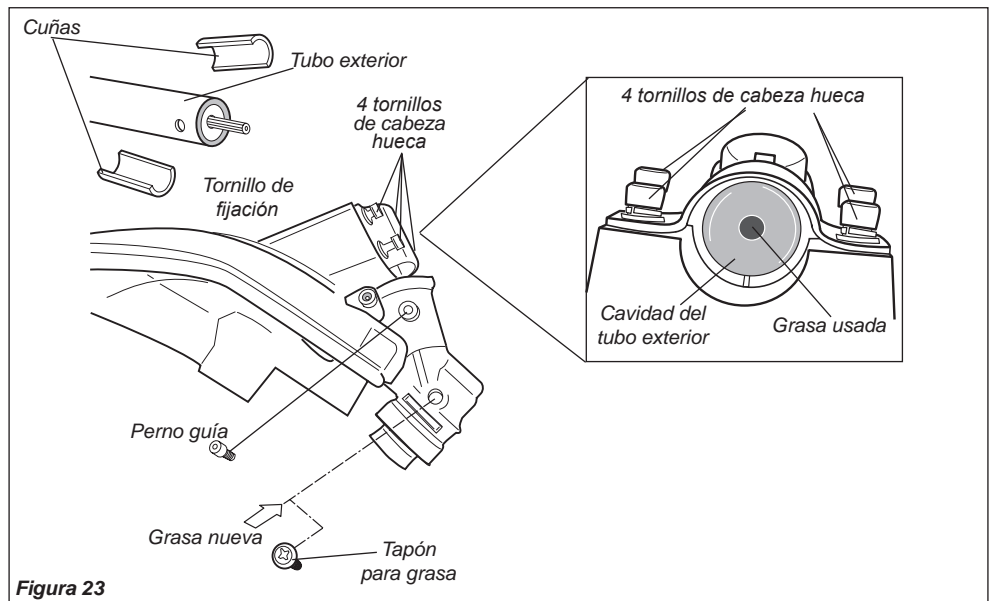

Figura 23
1. Para realizar esta operación, primero extraiga la caja de engranajes y el protector del tubo externo tal y como se indica a continuación. Consulte la figura 23.